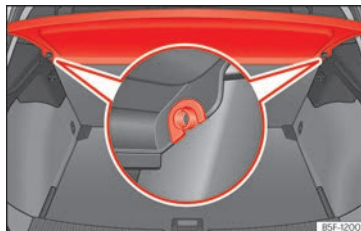

Abb. 179 Im Gepäckraum:
- Ziehen Sie die Gepäckraumabdeckung nach oben aus den seitlichen Halterungen »» (Abb. 179) heraus.
- Führen Sie die Gepäckraumabdeckung horizontal ein, so dass das „Hufeisen“ über der Aufnahmeachse »» (Abb. 179) liegt, und drücken Sie die Abdeckung nach unten, bis sie einrastet.